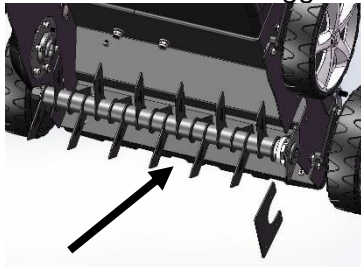
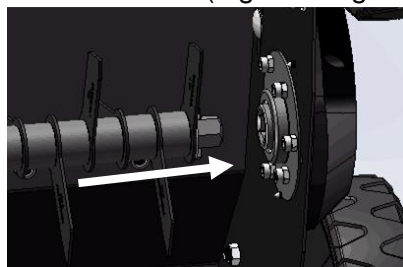
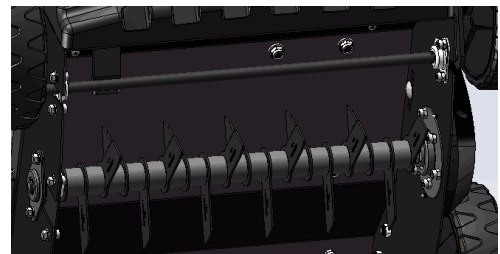

Fig.11C
Fig.11D
Fig.11E
2. Sollevare il rullo ed estrarlo, tirandolo in direzione della freccia. (Fig.11C)
1. Spingere il nuovo rullo in direzione della freccia, inserirlo nell'alloggiamento esagonale interno e fissare l'altro lato del rullo nel supporto. (Fig.11C/ Fig.11D/ Fig.11E).